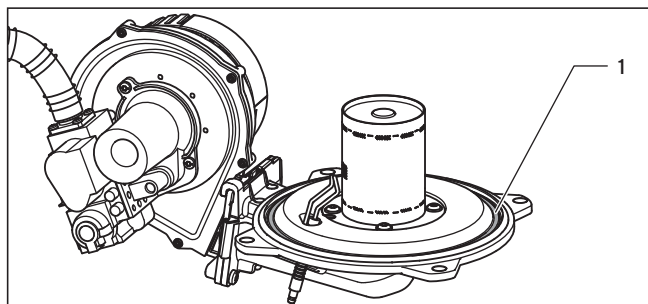

Abb. 8.6 Brennertürdichtung ersetzen
- Erneuern Sie die Dichtung und die selbstsichernden Muttern (1, Abb. 8.6) am Brennermodul (Art.-Nr.: 0020025929) nach jedem Ausbau des Moduls (z. B. bei Wartungs- und Servicearbeiten).